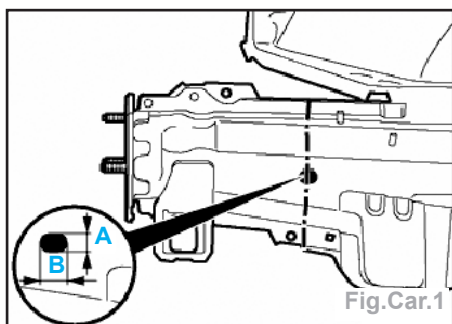
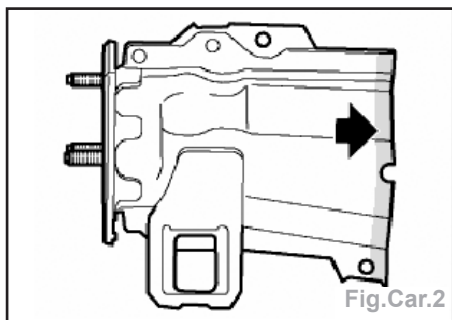

Fig.Car.1
Fig.Car.2
- Tracer la ligne de découpe et couper le longeron (Fig.Car.1).
- Longueur (B) du trou ovale : 15 mm.
- Hauteur (A) du trou ovale : 12 mm.
- Dans un longeron neuf, couper et ajuster une section correspondante à celle à remplacer (Fig.Car.2).